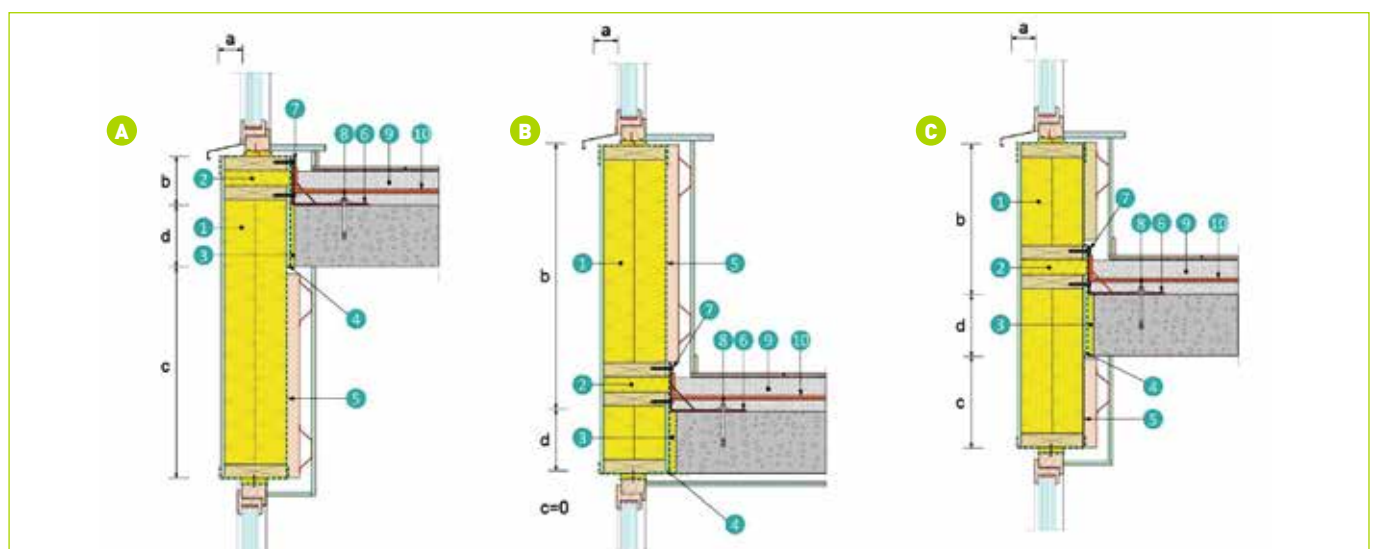

Figure 29 – Élément de façade étanche au feu conçu comme un linteau (A), une allège (B) ou une combinaison des deux (C) ($a + b + c + d \geq 1$ m).
- l'élément de façade aura une longueur développée de 1 m minimum (voir figure 29). Il peut être conçu comme un linteau (A), une allège (B) ou une combinaison des deux (C).